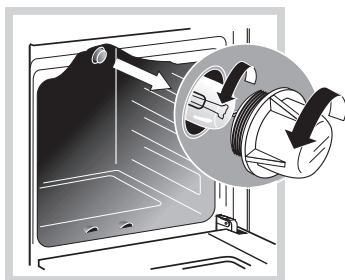

Рис.16
- Открутите стеклянный плафон (рис.16)